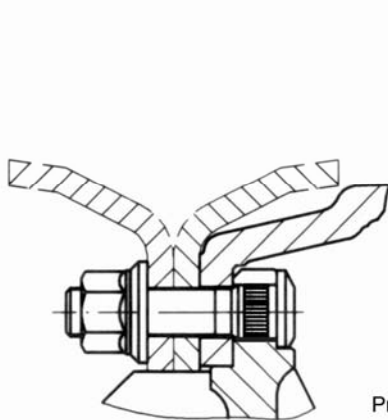

Рис. 14
- (2) Внешний тормозной барабан, расположение центрального отверстия колеса (Рис. 14)